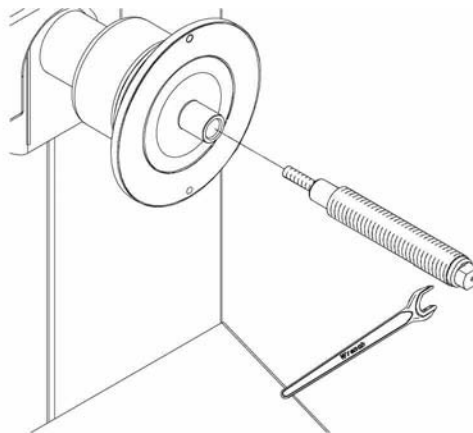

Figure 7
- A. Poser l'arbre fileté dans l'axe de l'équilibreuse. Serrer fermement avec la clé fournie. (Fig.7).